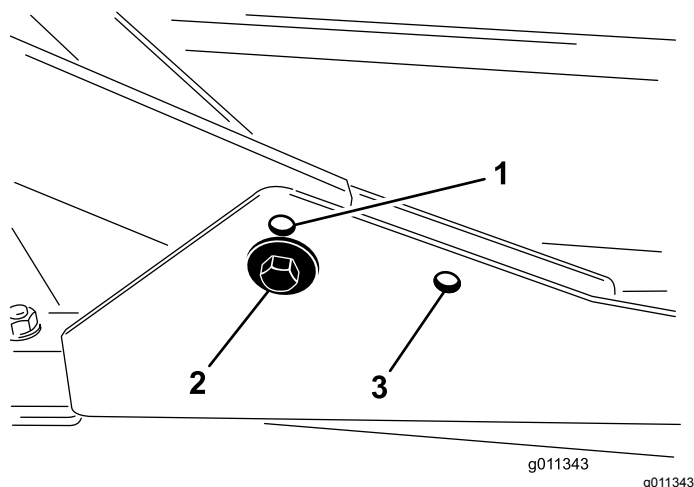

図 9
- 刈高を 20-76 mm にセットする場合には、前キャリアフレームを下側の穴に取り付けます 図 9。
- 刈高を 63-100 mm にセットする場合には、前キャリアフレームを上側の穴に取り付けます 図 9。
後カッティングユニットは、刈り高に関係なく後側の取り付け穴を使って取り付けます 図 9。